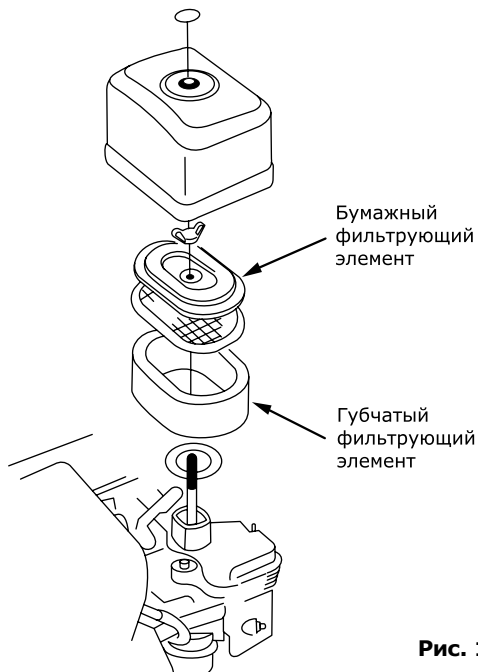

Рис. 13
**Очистка губчатого фильтра осуществляется в следующей последовательности (рис. 13):**
**Очистка бумажного фильтра осуществляется в следующей последовательности (рис. 13):**